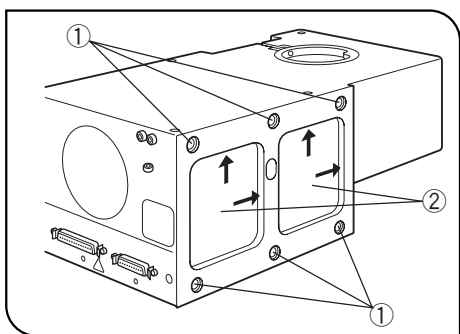

図 18
(図18,19)
- 投光管下面部のねじ穴③(6ヶ)を使用して、取付けを行ってください。
- ・投光管下面部の装置取付面には、位置決め部④が設けられています。
- ・左側面のねじ穴(図18①)には、漏光・防塵のために付属シール(6ヶ)を貼付けてください。